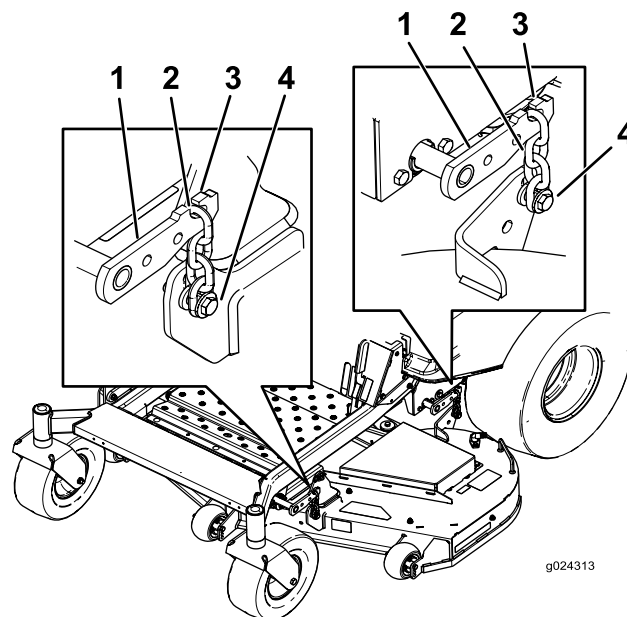

Figura 77
8. Retire as correntes dos ganchos nos braços de elevação da plataforma (Figura 77).
6. Eleve a traseira da plataforma do cortador e instale as correntes nos braços de elevação traseiros (Figura 77).
7. Instale as correntes frontais nos braços de elevação frontais (Figura 77).